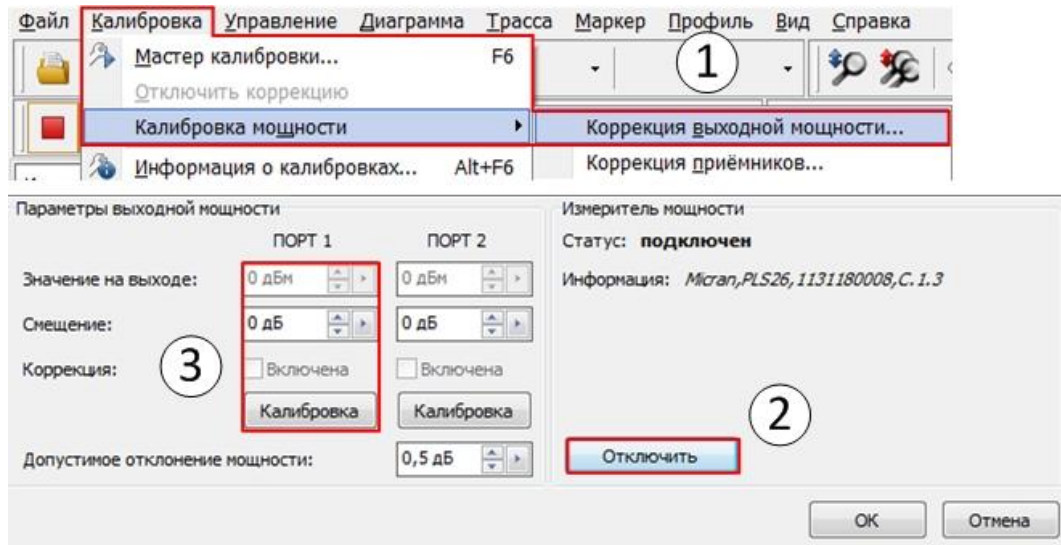

Рис. 22. Проведение калибровки выходной мощности для измерения смесителя «MD621»
- Провести калибровку выходной мощности ВАЦ в частотном диапазоне, включающем в себя входные и выходные частоты смесителя (50 МГц...20 ГГц), рис. 22;